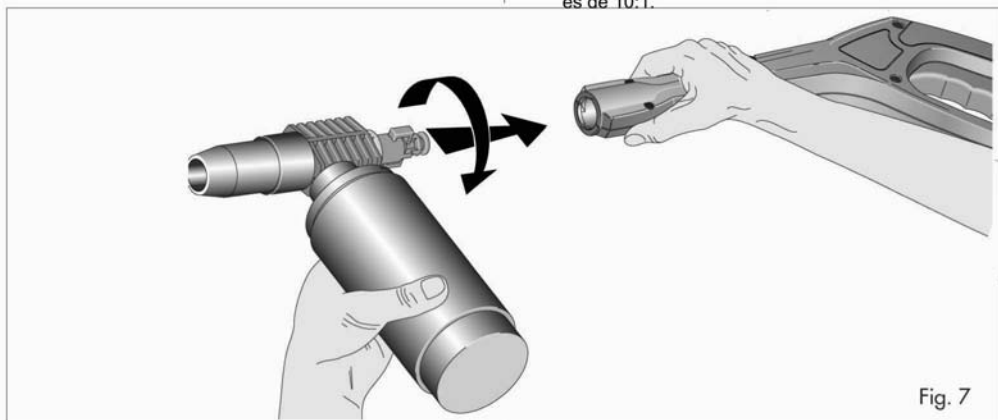

Fig. 7
2. Install soap dispenser assembly. (Fig. 7)
2. Instalar el lanzador de espuma. (Fig. 7)